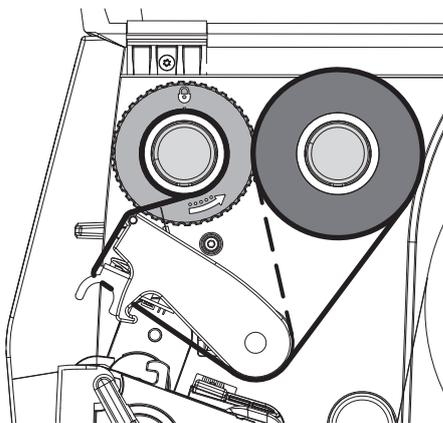

Figura 13 Alimentação da fita
5. Ajustar a posição do limitador de margem no rebobinador à largura do núcleo da fita (4) e deslizar o núcleo no rebobinador (2).
6. Guiar a fita através do módulo de impressão como mostrado na Figura 13.